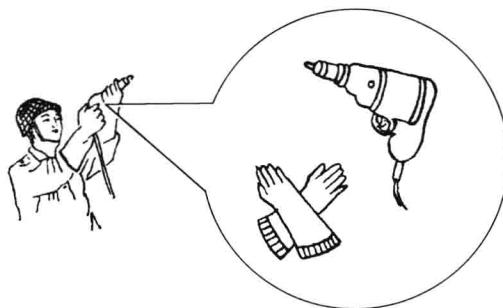

图 1.1.16 使用电钻时必须戴绝缘手套
(5) 使用电锤、冲击钻等金属外壳移动器具进行操作时必须戴上绝缘手套，如图 1.1.16 所示。